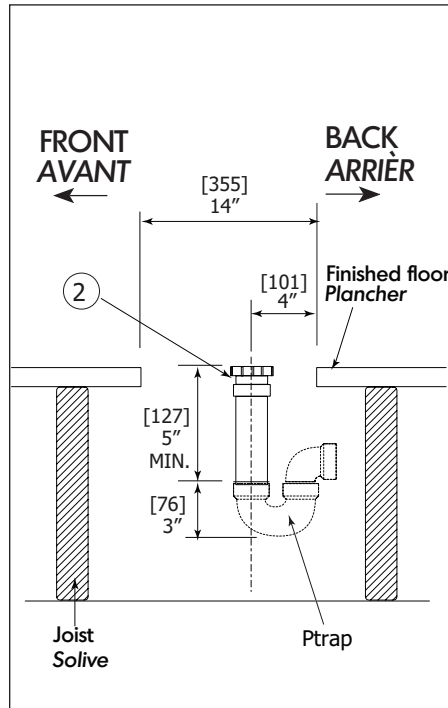

Fig.2
-Place the female part (2) of the expansion joint as shown (fig.2). Make sure it is flush to the finished floor. Use the steel trap to fasten the expansion joint to the joists.
-Placer la partie femelle (2) du joint d'expansion comme illustré (fig.2). Assurez vous d'être au même niveau que le plancher (fini). Utilisez le feuilard troué pour fixer le joint d'expansion aux solives.